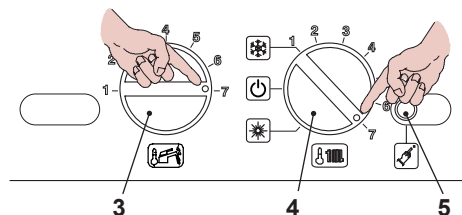

Fig. 7.16
- Ruotare il selettore 4 come in Fig. 7.16.